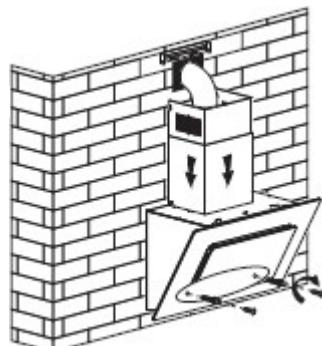

Fig. 6
7. Fije la campana extractora con 2 tornillos de seguridad ST4x30 mm. Nota: Las das aberturas de seguridad están situadas en la carcasa trasera, con un diámetro de 6 mm. Ponga las dos chimeneas en la campana extractora, fije la chimenea exterior en la pared con 2 tornillos ST4x40 mm y lleve el tubo de expansión al exterior. Consulte la fig. 6.